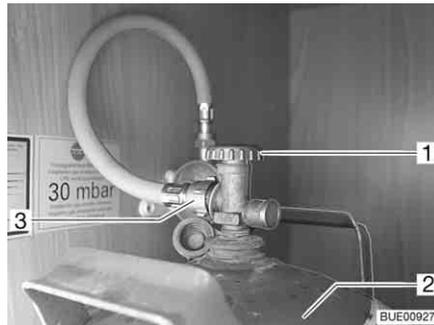

Bild 113 Gaskasten
- Haupt-Absperrventil (Bild 113,1) an Gasflasche (Bild 113,2) schließen. Pfeilrichtung beachten.
- Gasschlauch (Bild 113,3) von Gasflasche abschrauben.